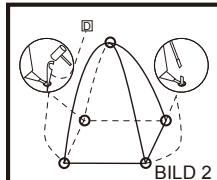

BILD 2
3. Ställ upp tältet <A> och trä in stångänderna i järrpinnarna (som finns i varje hörn av tältet <A>). (BILD 2)
4. Sätt fast taket på innertältet <E> vid punkten där stängerna möts med det fastsydda bandet. (BILD 2)
5. Säkra tältet genom att trycka ner tältspinnarna <D> i marköglorna. (BILD 2)